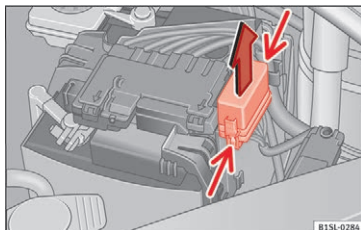

Fig. 83 I motorrummet: afdækning på sikringsboks
- Tryk låseknapperne i pilens retning (smalle pile) for at frigøre afdækningen til sikringsboksen » **Fig. 83**.